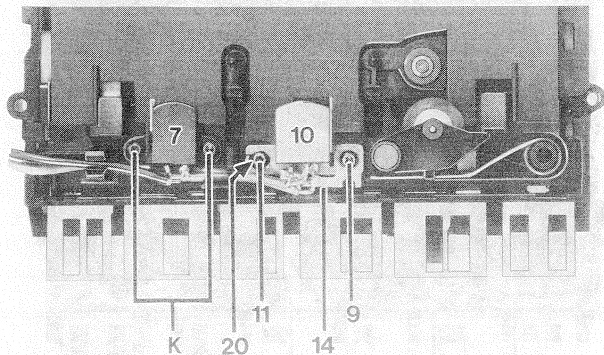

Abb. 4
8. Kopfwechsel (Abb. 4)
9. AW-Kopfspalt-Senkrechtstellung (Abb. 4)